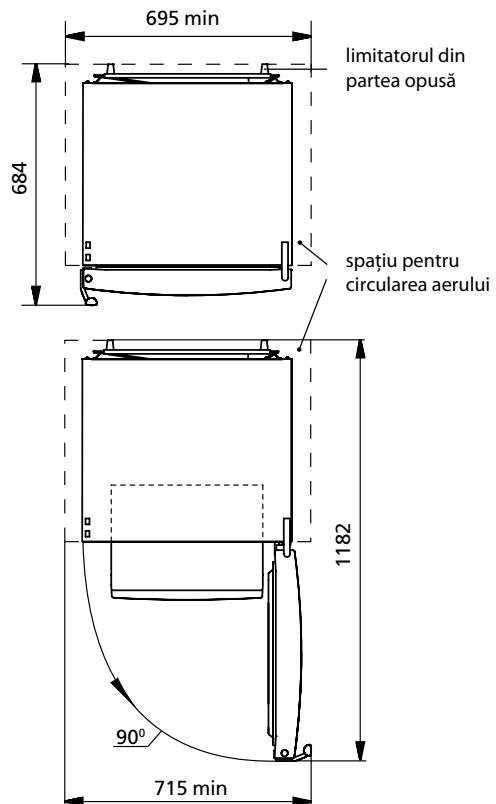

Figura 2 – Congelator (vedere de sus)
1.6 Spațiul total necesar pentru funcționarea congelatorului este determinat de dimensiunile de gabarit prezentate în figura 2 în milimetri. Pentru extragerea liberă a componentelor din congelator este necesar de deschis ușa la un unghi de cel puțin 90° . Designul congelatorului oferă unghiul maxim de deschidere a ușii – de 110° . Pentru a preveni deteriorarea congelatorului **NU APLICĂȚI FORȚĂ EXCESIVĂ** pentru a deschide ușa la un unghi mai mare de 110° .